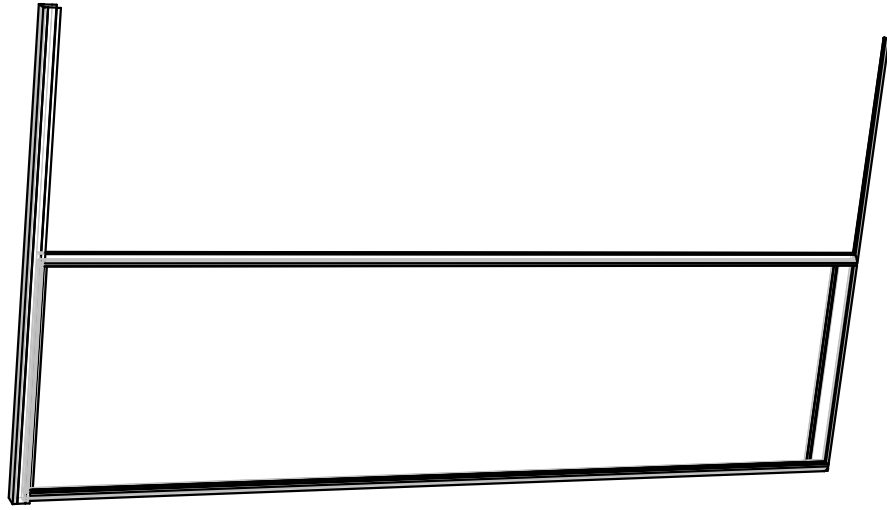

Рис. 2
2. Установить стопора двери на нижнюю направляющую в соответствии с рис. 2.